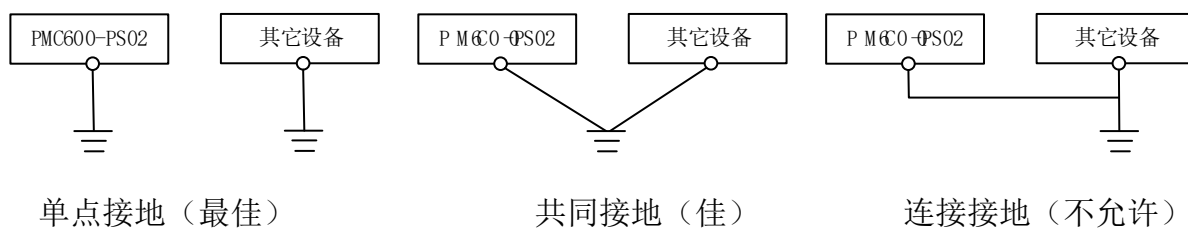

图6.13 电源模块接地方式
- 无法采用单点接地时，请采用图6.13所示的共同接地的方式；